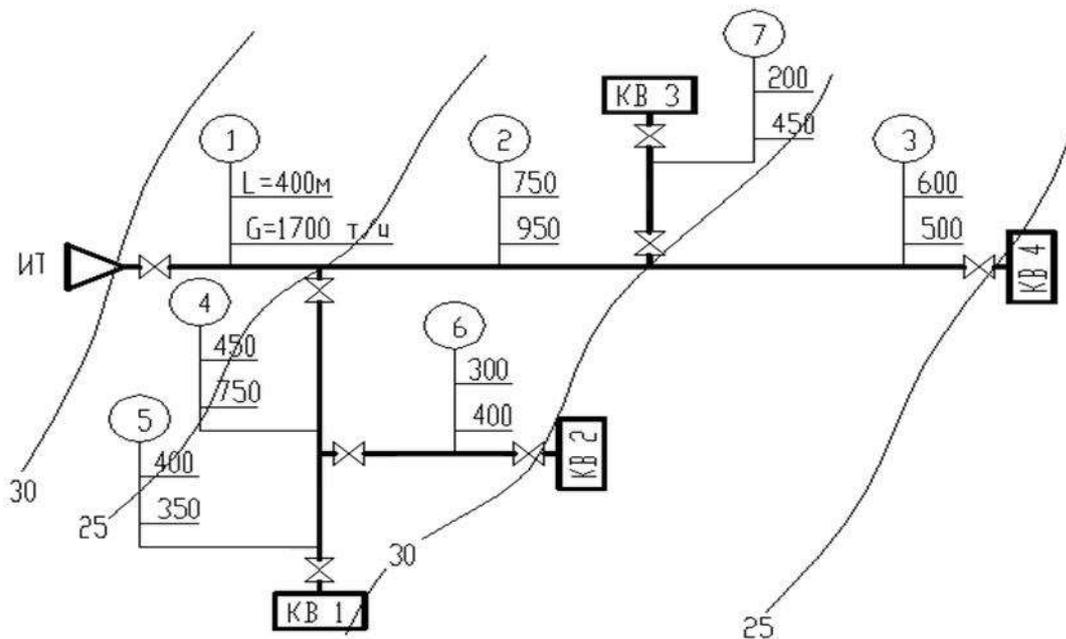

Рисунок 2. Расчетная схема тепловой сети.
7. Выполнить гидравлический расчет магистральных теплопроводов двухтрубной водяной тепловой сети закрытой системы теплоснабжения. Расчетная схема теплосети от источника теплоты (ИТ) до кварталов города (КВ) приведена на рис. 2. Для компенсации температурных деформаций